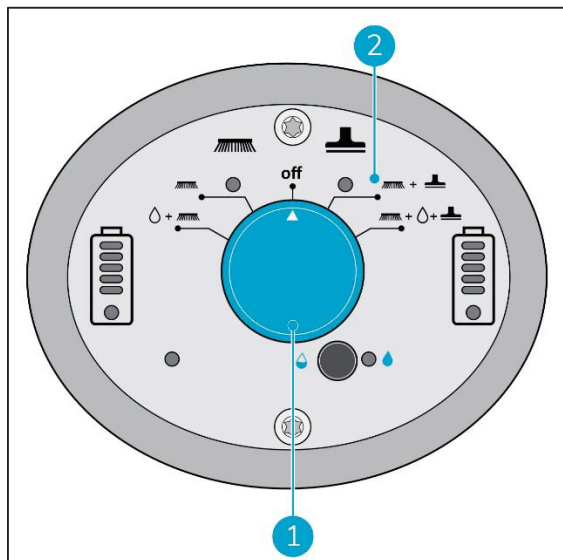

Figure 21
1. Utilisez l'interrupteur principal de l'i-mop XL Plus (Figure 21, numéro 1) et sélectionnez le MODE 3 Brosse + Aspirateur sec (Figure 21, numéro 2).